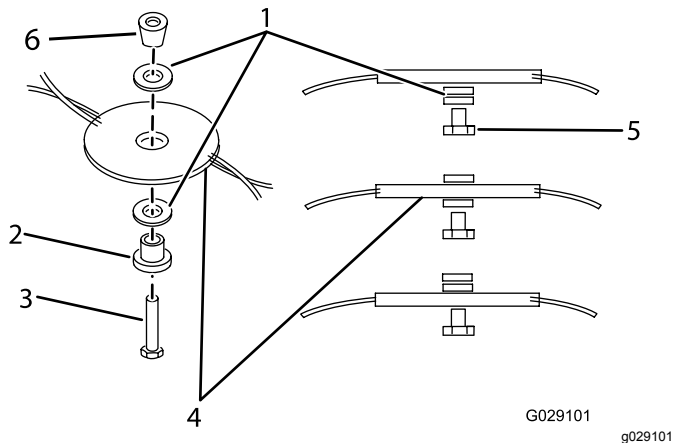

Figura 23
4. Retire a flexiblade rodando o parafuso no sentido contrário ao dos ponteiros do relógio (Figura 23) e guarde o equipamento de montagem.
5. Instale a nova flexiblade rodando o parafuso no sentido dos ponteiros do relógio (Figura 23) e instale o equipamento de montagem.